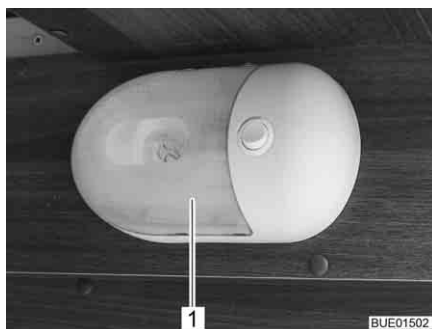

Fig. 265 Lámpara de montaje en superficie
- Comprimir la cubierta transparente (Fig. 265,1) con precaución de ambos lados, retirarla ligeramente del interruptor y quitarla hacia delante.